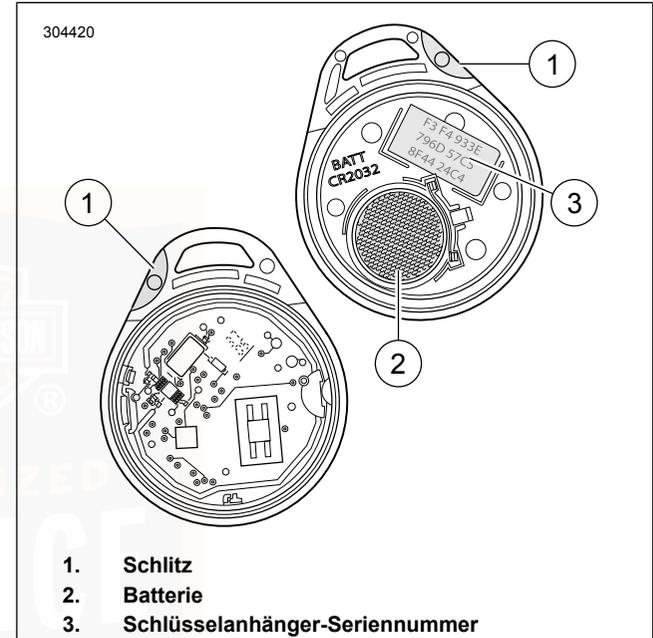

Abbildung 19. Schlüsselanhängerbatterie
1. Siehe Abbildung 19. Eine dünne Klinge im Schlitz (1) an der Seite des Schlüsselanhängers langsam verdrehen, um die beiden Hälften zu trennen.
2. Die Batterie (2) entfernen und entsorgen.